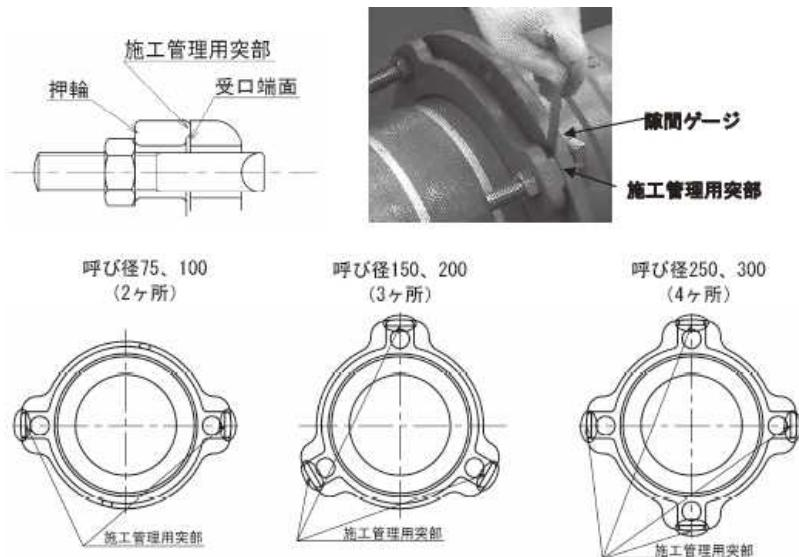

図 4-15 締め付け完了の状態
- (6) 管を吊った状態で管芯を合わせた後、挿口先端が受口奥部にあたるまでゆっくり挿入すること。定位置まで挿入した後にストッパーを引き抜くこと。
- (7) ゴム輪は押輪を受口側に寄せて、T頭ボルト・ナットを押輪の穴数に全て差しこみ、全周にわたって均一になるように留意しながらほぼ対象にあるナットを少しづつ電動工具等で締め付けること。また、締め付けは押輪の施工管理用突部と受口端面が接触するまで行うこと。
- (8) 締め付け完了後に、図4-15に示すように、押輪の施工管理用突部と受口端面に隙間がないことを隙間ゲージ(厚さ0.5mm)で確認すること。